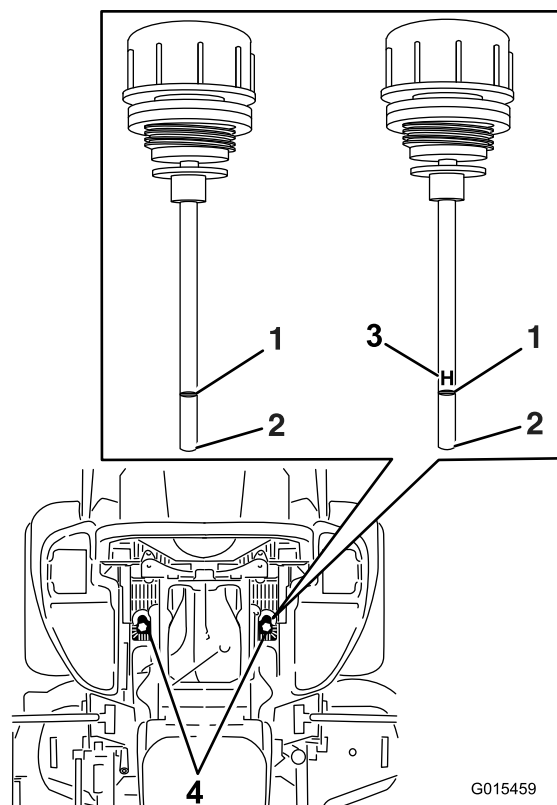

Figura 86
- Limpie la zona alrededor de las varillas de los depósitos del sistema hidráulico (Figura 86).
- Retire una varilla del depósito hidráulico (Figura 86).
- Retire la varilla e inspeccione el extremo (Figura 86).